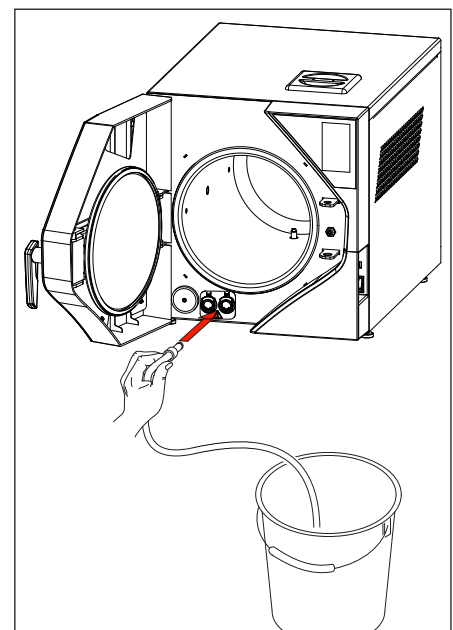

fig.5
14. Inserire il tubo di scarico nel raccordo portagomma grigio presente sul frontale del dispositivo (fig.5);